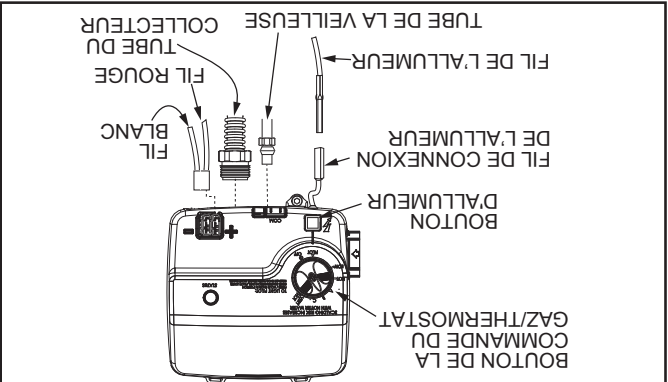

Figure 32
6. Révissez le tube de la veilleuse (clé 7/16 po) et le tube du collecteur (clé 3/4 po) à leur raccord respectif de la commande du gaz/thermostat (voir Figure 32). Prenez garde de ne pas fausser le filetage et n'ajoutez aucun composé d'étanchéité sur ces raccords.
7. Branchez le connecteur de la thermopile à la commande du gaz thermostat (voir Figure 32).
8. Rebranchez le fil de l'allumeur (voir Figure 32).
- 1. Faites tourner le bouton de réglage de la commande du gaz/température jusqu'à la position d'arrêt "OFF" (voir Figure 30 et Figure 32).
- 4. Débranchez le fil de l'allumeur du bout de fil du bouton de l'allumeur. Utilisez une pince à bec effilé pour débrancher le connecteur de la thermopile. Dévissez le tube de la veilleuse (clé 7/16 po) et le tube flexible du collecteur (clé 3/4 po), de leur raccord respectif de la commande du gaz/thermostat (voir Figure 32).
- 4. Déconnectez les éléments suivants de la commande du gaz/thermostat: tube de la veilleuse (clé 7/16 po), fil de l'allumeur, tube du collecteur (clé 3/4 po) (voir Figure 32).
- 5. Utilisez une pince à bec effilé pour débrancher le connecteur de la thermopile de la commande du gaz/thermostat (voir Figure 32).